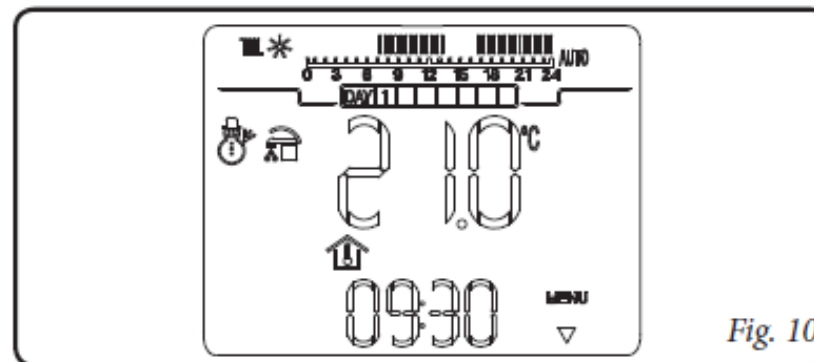

Fig. 10
- Режим «Зима» (‡). В режиме зима котел может работать как для производства горячей санитарной воды, так и для отопления помещений, при этом пульт управления CARV2 может работать в ручном или автоматическом режиме. Описание работы приводится в главе 6. На дисплее отображается день недели и текущее время, температура помещения и временная шкала с суточным программированием таймера отопления вместе с соответствующими символами (рис. 10).